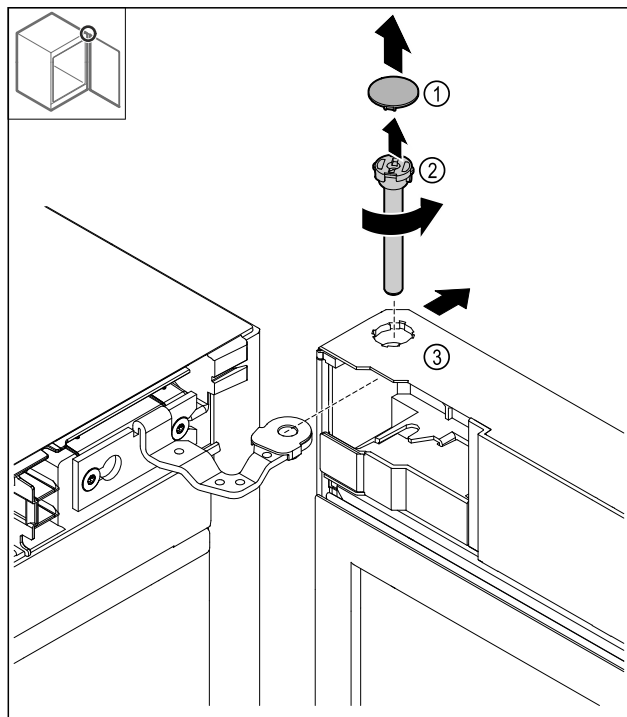

Fig. 19
- Ta av skyddet Fig. 19 (1).
- Skruva ut stiftet Fig. 19 (2) moturs och dra ut det.
- Tippa dörren Fig. 19 (3) något.